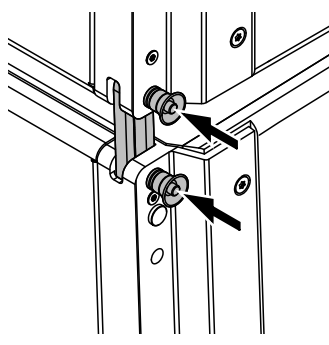

Abb. 3: SUB zu SUB, 2° Öffnungswinkel, offen
3. SUB zu SUB mit 2° Öffnungswinkel (offen) zwischen den Lautsprechern (⇒ Abb. 3).